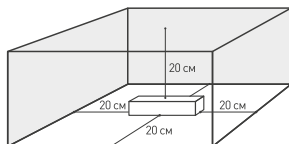

Рис. 1. Свободное пространство вокруг источника
- 4.3. Для естественной вентиляции обеспечьте свободное пространство вокруг источника питания не менее 20 см, как изображено на рис. 1. При невозможности обеспечить свободное пространство используйте принудительную вентиляцию. В случае установки в ограниченном пространстве (например, в лайтбокс или профиль) предусмотрите обеспечение требуемого температурного режима источника питания. Не допускайте работу блока питания с температурой корпуса, равной или превышающей 65 °C. В подобных условиях гарантийный срок сокращается в 2 раза.